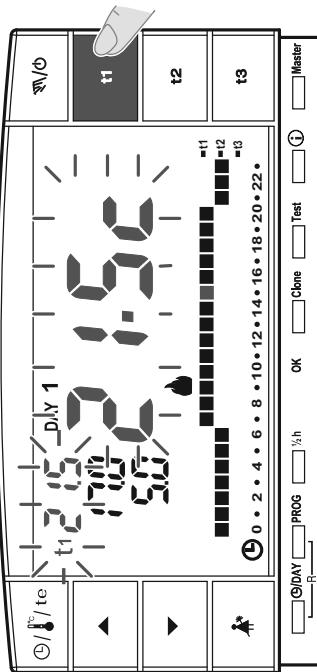

fig. 32
(i) Si se selecciona una tecla (**t1** o **t2**) correspondiente a un set de temperatura bloqueado, la sigla (**t1** o **t2**), el correspondiente valor de al lado y los dígitos centrales parpadean (ejemplo en fig. 32). En este caso no se puede superar el valor de temperatura máxima o mínima más allá del límite de bloqueo configurado.
- Pulsar la tecla del set de temperatura que se desea desbloquear (**t1** o **t2**); la sigla seleccionada (**t1** o **t2**) el correspondiente valor de al lado y los dígitos centrales parpadean (ejemplo en fig. 32).